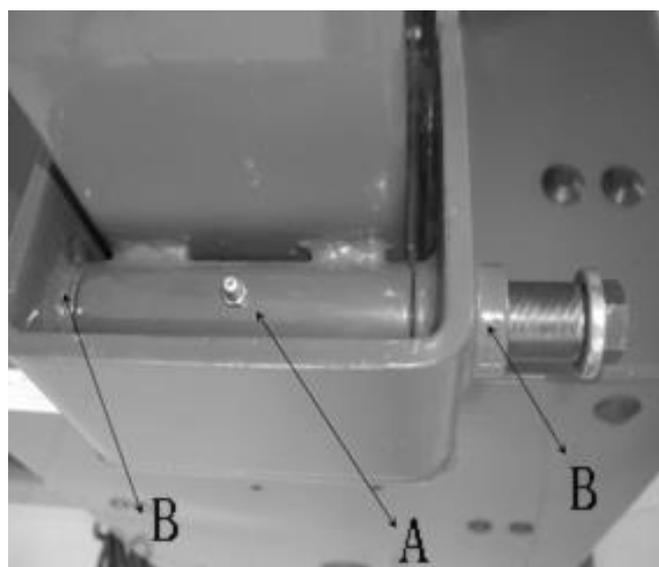

Рис.4-3
4.2.7 Поднимите стойку и вставьте ПУ шланг (Рис.4-3 А) снизу в отверстие сверху корпуса машины (Рис.4-3 В) . Отрегулируйте положение стойки относительно втулки вала (Рис.4-4 А) с отверстием у основания вала (Fig4-4 В) . Установите гайку и зажимное кольцо с одной стороны вала в сборе (Рис.4-1 А) , конец вала должен быть примерно на 1мм ниже, чем основание.